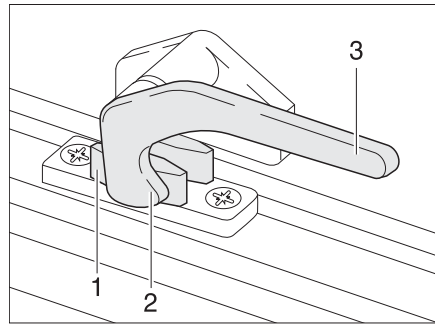

Bild 71 Verriegelungshebel in Stellung "geschlossen"
- Den Verriegelungshebel (Bild 71,3) eine viertel Umdrehung zur Fenstermitte hin drehen.
- Den Verriegelungshebel (Bild 71,3) eine viertel Umdrehung zum Fensterrahmen hin drehen. Die Verriegelungsnase (Bild 71,2) liegt auf der Innenseite der Fensterverriegelung (Bild 71,1).
- in Stellung "fest verschlossen" (Bild 71).